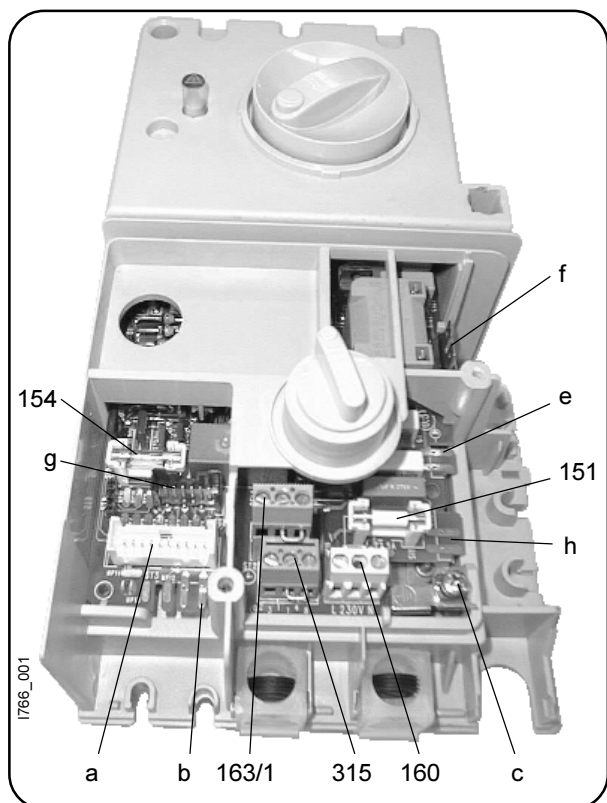

Fig. 11
(Previamente eliminar puente entre 1 y 4, fig. 11, pos 163/1).
(Previamente eliminar puente entre 1 y 4, fig. 11, pos. 163/1)
(Previamente eliminar puente entre 1 y 8, fig. 11, pos. 315)